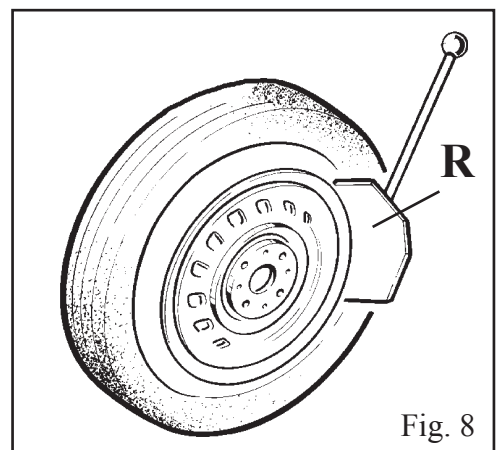

Fig. 8
- Accostare la ruota agli appoggi in gomma sulla parte destra dello smontagomme (S)
- Avvicinare la paletta (R) al tallone del pneumatico, mantenendo una distanza, dal bordo del cerchio, di circa 1 cm. (Fig.8) Prestare attenzione affinché la paletta operi correttamente sul pneumatico e non sul cerchio.
- Premere il pedale (U) per azionare lo stallonatore e rilasciarlo quando la paletta è a fondo corsa o comunque quando la gomma è stallonata.
- Position the wheel against the rubber stops on the right side of the tyre changer (S).
- Position the bead breaker blade (R) against the tyre bead at a distance of about 1 cm from the rim (fig.8). Pay attention to the blade, which must operate correctly onto the tyre and not onto the rim.
- Press down the pedal (U) to activate the bead breaker and release it when the blade has reached the end of its travel or in any case when the bead is broken.
•Appuyer la roue sur les supports en caoutchouc sur la droite du démonte-pneus (S).
•Approcher la palette (R) au talon du pneu en maintenant une distance d'un cm. environ du bord de la jante (fig.8).